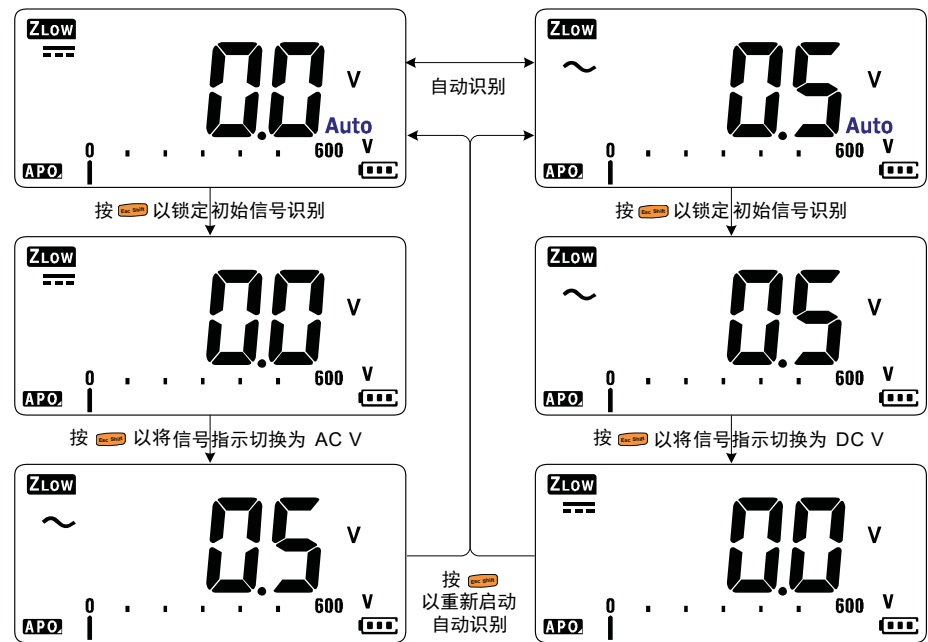

图 2-7 VZ_{LOW} 自动识别流
- 按 **Esc Shift** 一次可锁定初始信号识别（ $AC\ V$ 或 $DC\ V$ ）。再次按 **Esc Shift** 可切换主显示屏中的 AC 和 DC 电压指示。第三次 **Esc Shift** 将重新启动信号的自动识别。请参阅图 2-7 以了解详细信息。